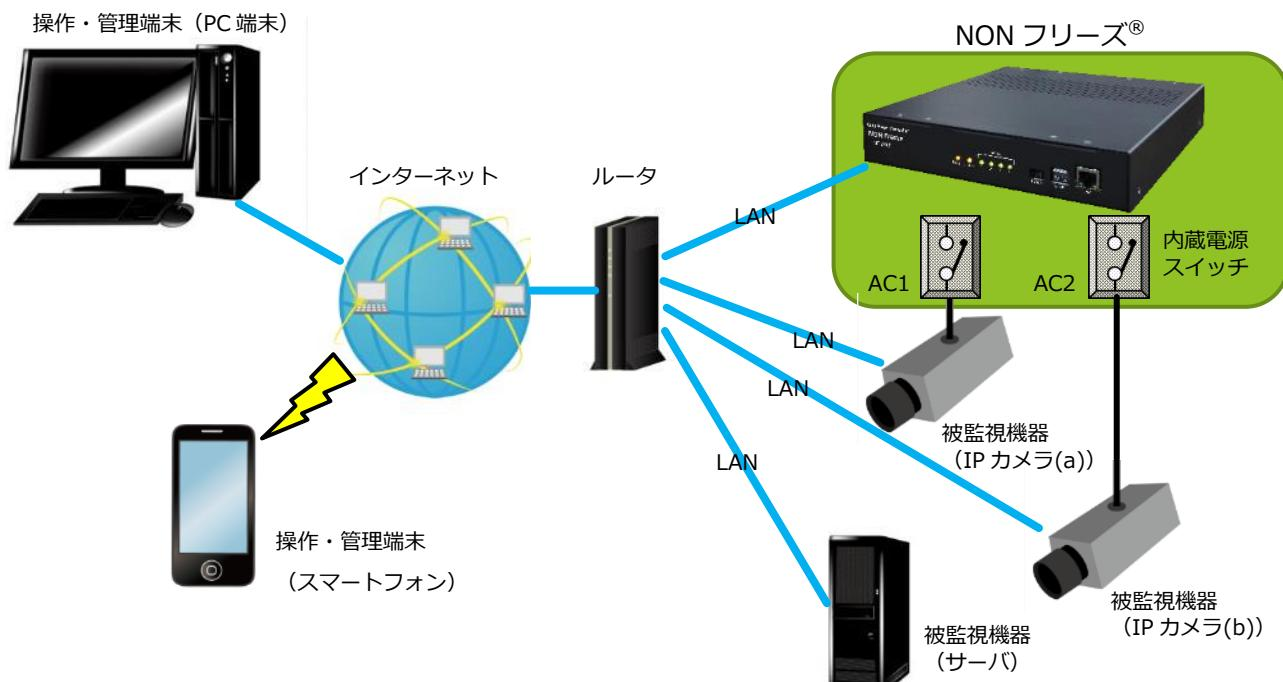

Fig.1 システム構築例
Fig.1に本装置を使った高可用性システム構築例を示します。この例では、本装置は被監視機器（IPカメラとサーバ）を常時死活監視し、被監視装置の異常を検知した場合には、①IPカメラ(a)に対しては本装置の内蔵電源スイッチ（リレー）AC1をOFF/ONし被監視装置の再起動を、②IPカメラ(b)に対しては本装置の内蔵電源スイッチ（リレー）AC2をOFF/ONし被監視装置の再起動を、③サーバに対してはHTTP通信もしくはTelnet通信により被監視装置の再起動をそれぞれ試みます。また、本装置のスケジュール管理機能にて被監視装置を設定した時刻に起動/シャットダウンすることで省電力システムを実現することができます。